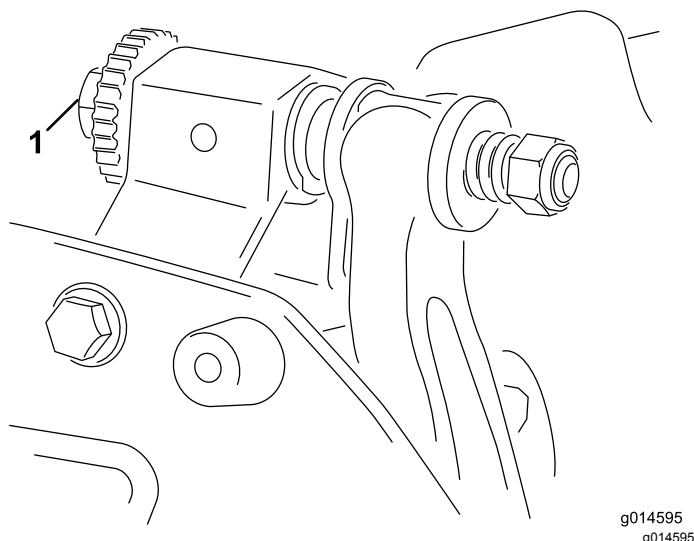

Figura 9
- Se non risulta evidente nessun contatto, ruotate le viti di regolazione della barra di appoggio in senso orario (Figura 9), uno scatto alla volta, fino ad avvertire e udire un leggero contatto.
6. Ruotate la vite di regolazione della barra di appoggio destra (**Figura 9**) fino a quando non